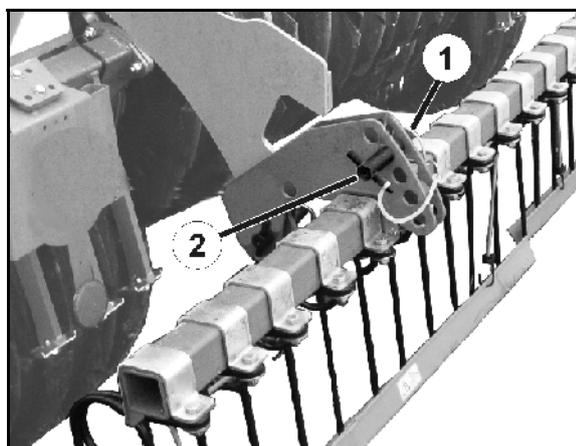

Fig. 47
2. Soltar el pasador clavija (Fig. 47/1).
3. Insertar el bulón de ajuste (Fig. 47/2) en la posición deseada.